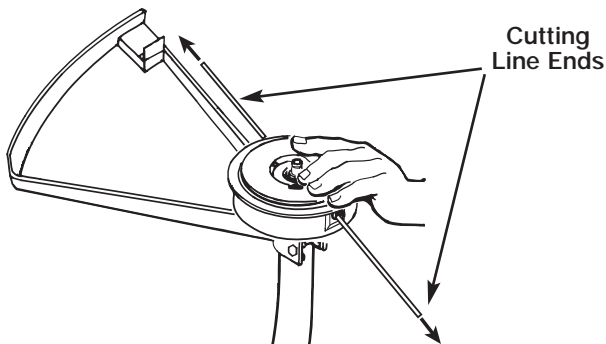

Fig. 18
9. Une fois la bobine en place, appuyer pour compresser le ressort. Tirer fermement sur chaque extrémité du fil pour le dégager des encoches (Fig. 18).